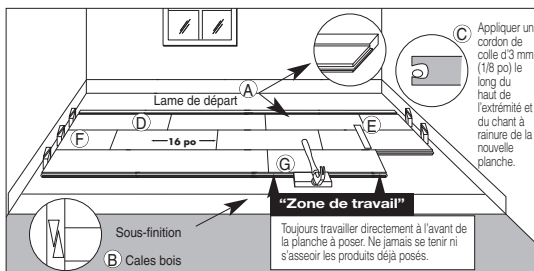

Figure 14
- Choisir la première planche. Toutes les installations doivent commencer avec le chant à rainure contre le mur et les plus longues planches à sa disposition. Appliquer un cordon continu de colle de 3 mm (1/8 po) le long du bas à l'intérieur de la rainure, à l'extrémité de la planche. Ne pas apposer maintenant de colle sur le côté à rainure (Article C, Figure 14). Les produits avec languette d'extrémité à gauche doivent être installés de droite à gauche; dans le cas opposé, ils doivent être installés de gauche à droite (Article D, Figure 14). Si une planche d'essai est utilisée, NE PAS y coller la première rangée.
- Terminer la première rangée. Couper la dernière planche en laissant 13 mm (1/2 po) entre le mur et le plancher. (Se servir de l'autre extrémité de la planche coupée comme planche de départ pour toute rangée après la troisième rangée.) Installer une cale à l'extrémité de la planche entre le plancher en bois et le mur en laissant un jeu de dilatation de 13 mm (1/2 po). Éviter d'installer des planches de longueur inférieure à 40,6 cm (16 po) dans les quatre premières rangées (Article F, Figure 14).
• Se servir d'un pied-de-biche pour ramener en place la dernière planche à partir de l'autre bout. Installer des cales dans l'espace libre et serrer (Article B, Figure 14).
- Couper ou utiliser une planche plus courte pour la première planche de la deuxième rangée. Commencer la deuxième rangée en appliquant un cordon de colle de 3 mm (1/8 po) le long du bas à l'intérieur de la rainure, à l'extrémité et sur le chant de la nouvelle planche. Installer la première planche de la deuxième rangée. Appliquer un cordon de colle le long du bas à l'intérieur de la rainure, à l'extrémité et sur le chant de la prochaine planche et installer cette dernière. Lors de l'installation de ces planches ensemble, utiliser une cale de frappe contre la languette et non contre la rainure (Article G, Figure 14). Taper légèrement sur ces planches à l'aide d'un marteau et de la cale de frappe pour les mettre en place. NE PAS taper directement avec un marteau sur le chant. Terminer la deuxième à la quatrième rangée en suivant cette technique. Insérer au besoin des cales aux extrémités pour limiter le mouvement du plancher. Pour les rangées restantes, disposer les joints en quinconce en les espaçant de 10 à 15 cm (4 à 6 po). Installer le reste du mur adhésif. S'assurer que tous les joints sont bien serrés. Utiliser des entretroises le long du mur long et du mur d'extrémité. Utiliser un pied-de-biche pour serrer les joints à partir des extrémités.